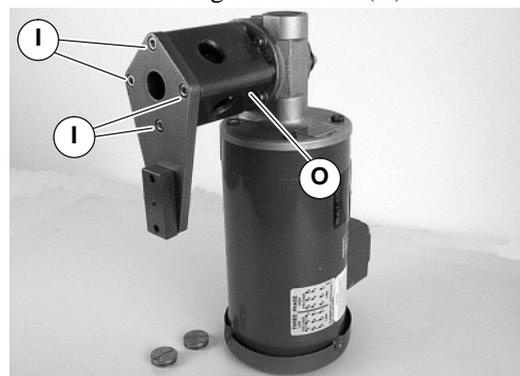

Abbildung 12
4. Vier (4) Schrauben (I siehe Abbildung 12) entfernen und Installationsträger u. Schutz (O) abnehmen.
14. Installationsträger und Schutz (O siehe Abbildung 12) am Getriebemotor befestigen. Die Schrauben (I) mit 12 Nm festziehen.